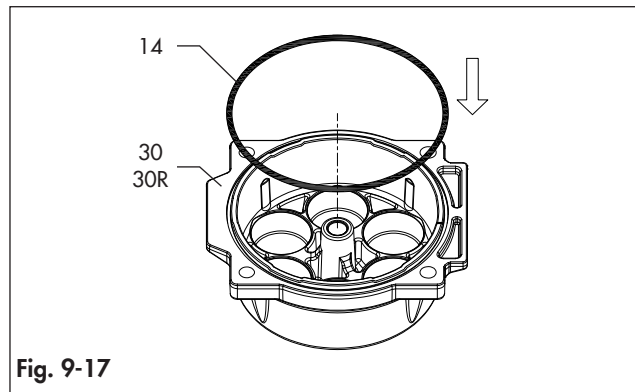

Fig. 9-17
- Ponga la junta tórica de las tapas (14) en las ranuras como aparece en la fig. 9-17 y asegúrese de que la junta tórica está estable en sus partes internas.
- Lubrique de nuevo la superficie interna del cuerpo (50).